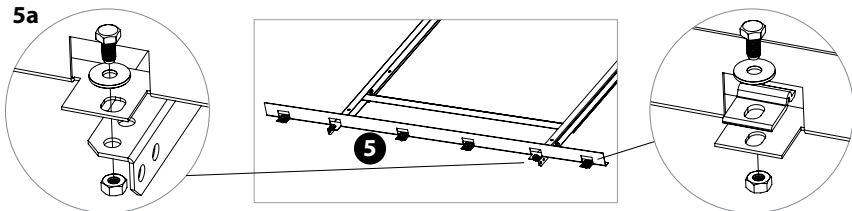
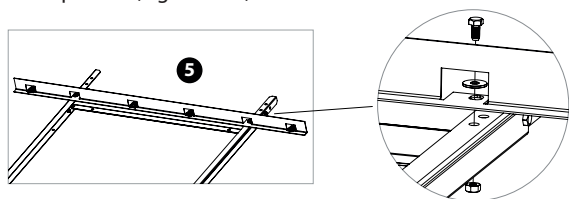

Figura 2.14
Figura 2.15
- 3 Solo in caso di sistema a due collettori (BIASISOL CN BLACK 200-2 e CN BLACK 300-2), posizionare la barra **5** sulla parte inferiore e, negli appositi spazi, posizioniamo i quattro elementi di fissaggio in alluminio senza stringere i bulloni M8 con i dadi (Figura 2.14). Il collettore va fissato con due elementi di fissaggio in alluminio così come descritto nell'immagine **5a** (Figura 2.14) e in (Figura 2.15).
- 4 Ripetere per la barra superiore (Figura 2.15).